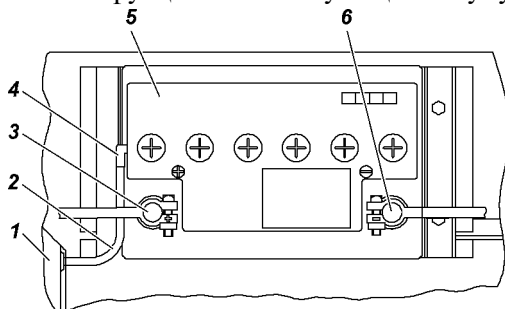

Рис. 9.39. Аккумуляторная батарея автомобилей УАЗ-220695, УАЗ-396255, УАЗ-396295:
Батарея установлена в кабине с левой стороны за брызговиком колеса. На автомобилях УАЗ-220695, УАЗ-396295 и УАЗ-396255 применяется аккумуляторная батарея с вентиляционной трубкой. Трубка 2 (рис. 9.39) выведена за пределы салона автомобиля в подкапотное пространство. Если при нормальной эксплуатации автомобиля батарея постепенно разряжается или чрезмерно заряжается генератором и электролит начинает "кипеть", то необходимо проверить работу генератора.
1. Отсоедините трубку 2 (рис. 9.39) от аккумуляторной батареи 5;